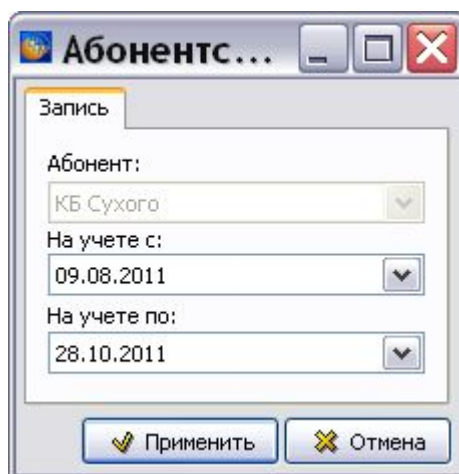

Рис. 2.153
- Для ввода данных по абонентскому учету нажмите на кнопку Сменить/задать справа от поля **Абонентский учет**. В окне **Абонентский учет** выберите из календаря даты начала и окончания учета и нажмите на кнопку **Применить** (Рис. 2.153).